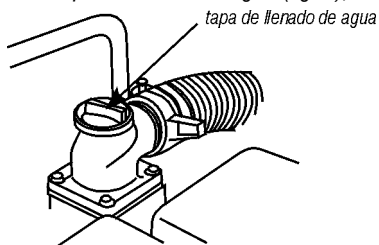

Fig. 8 – Retirando la tapa de llenado de agua
- Retire la tapa de llenado de agua (fig. 8);